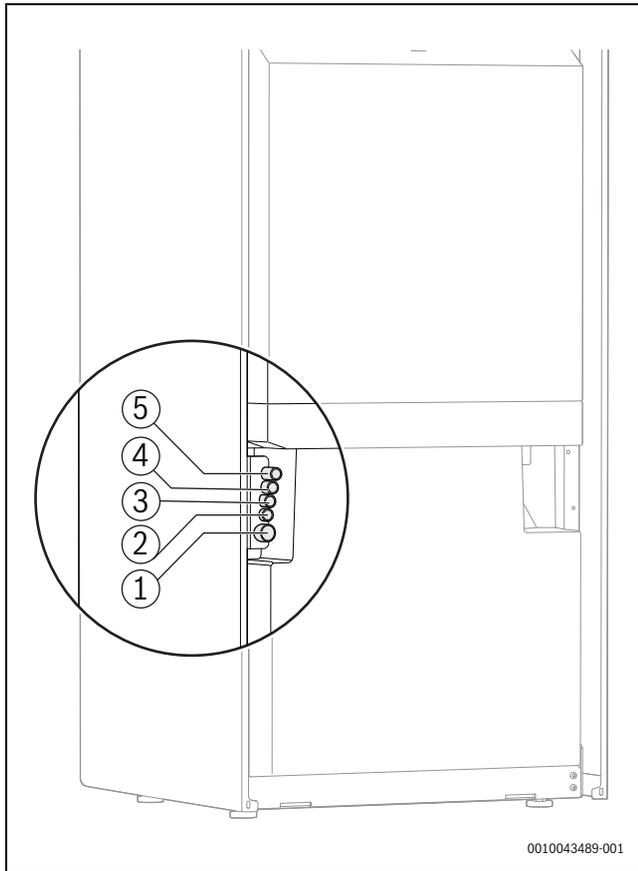

Fig. 25 Vue de derrière : passage du câble de réseau dans l'unité intérieure
- ▶ Veiller à la correcte affectation du câble de réseau aux chemins de câbles correspondants (→ figure 25).